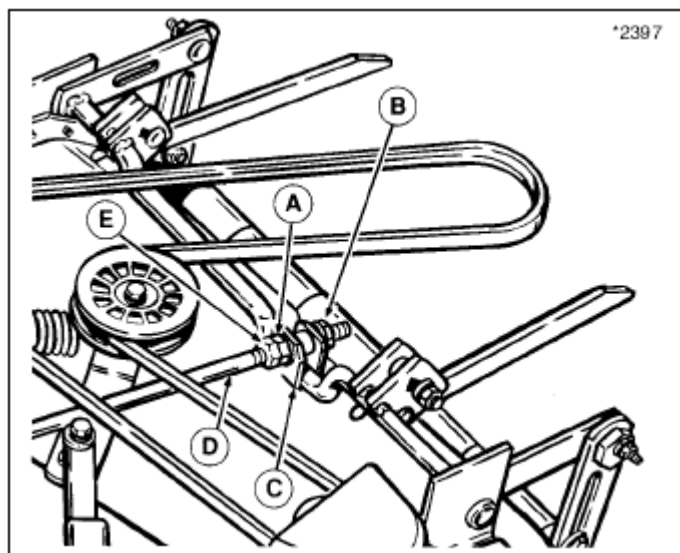

図 29 前後のレベル調節
3. 図 29 のように、ジャムナット (E) を緩めます。モアデッキの後部を下げる為に、レベリングロッド (D) を固定しているナット (B) を緩めます。デッキ後部を上げる為には、レベリングロッド (D) を短くします。適切なレベル測定をする為には、ブラケットに対してナット (A) を締めながら調節して下さい。次に、ナット (A) に対して、ジャムナット (E) を締めていって下さい。